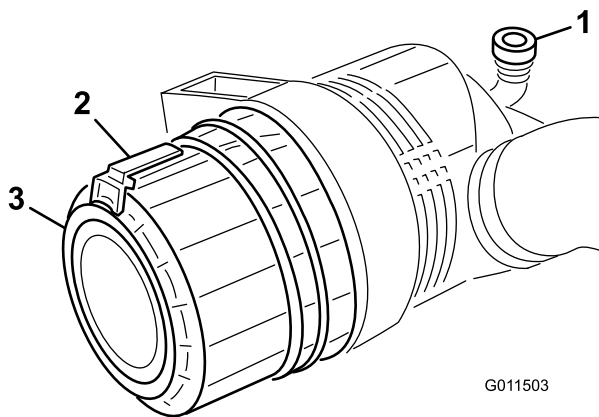

Figura 55
1. Tirate il fermo verso l'esterno e ruotate il coperchio del filtro in senso antiorario (Figura 55).